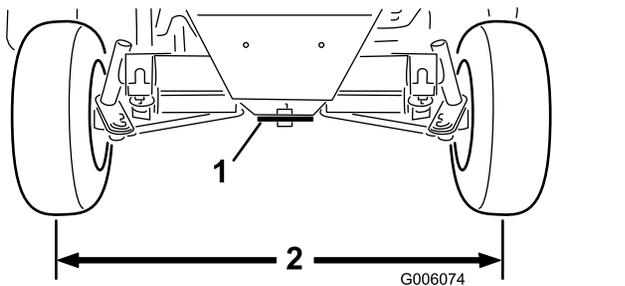

Figura 65
2. Ajuste ambas as barras transversais até que distância centro a centro à frente e atrás das rodas traseiras seja a mesma (Figura 65).